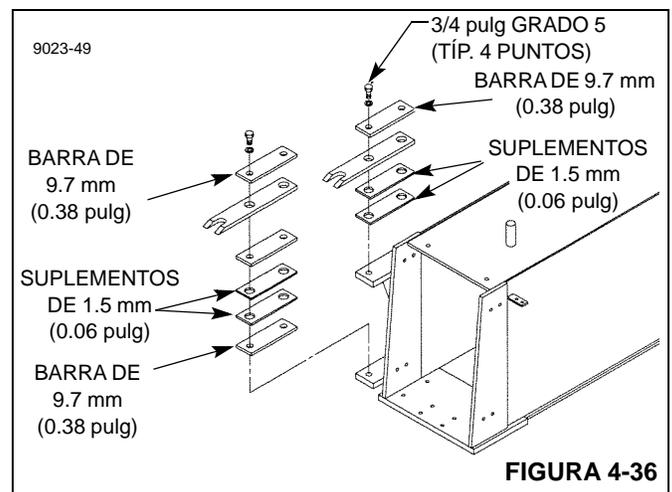

FIGURA 4-36
1. Use pernos para fijar sin apretar los dos conjuntos de orejetas con suplementos y barras, de la manera ilustrada en la Figura 4-36, al costado de la primera sección de la pluma.